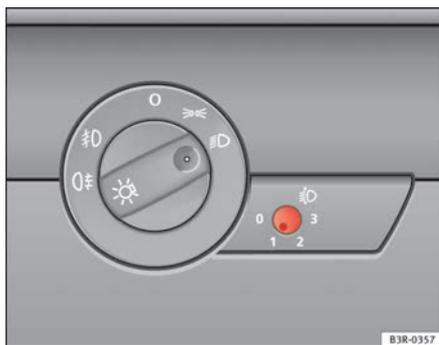

Fig. 89 Dispositif de réglage du site des phares
- Appuyez brièvement sur le bouton  => fig. 89 afin de le dégager de sa position de réglage.